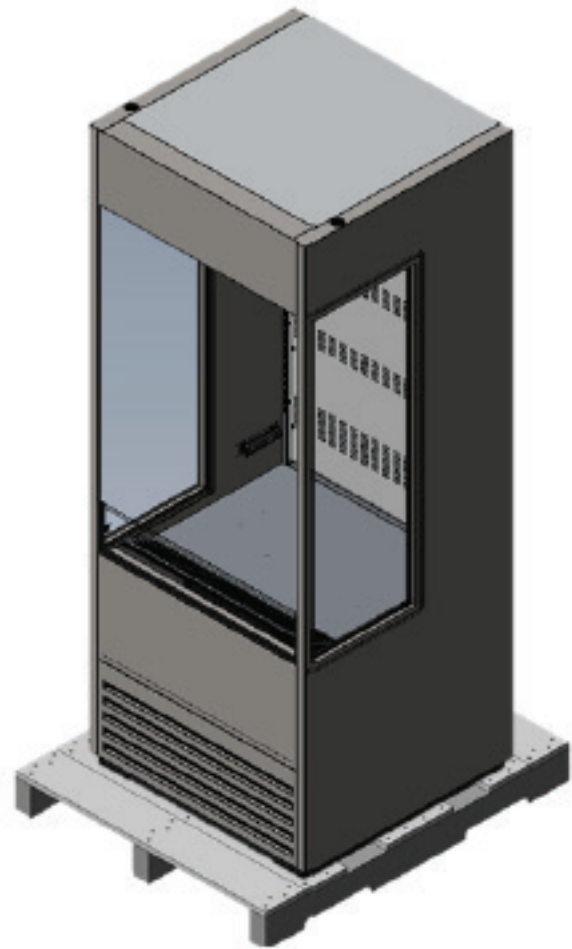

Рис. 1. Снять наружную упаковку.
1. Снять наружную упаковку (картон, воздушно-пузырьковая пленка, угловые элементы из пенопласта, элементы упаковки из прозрачной пластмассы). См. рис. 1. Осмотреть оборудование на наличие скрытых повреждений. В случае выявления повреждения незамедлительно оформить претензию в адрес компании-перевозчика.